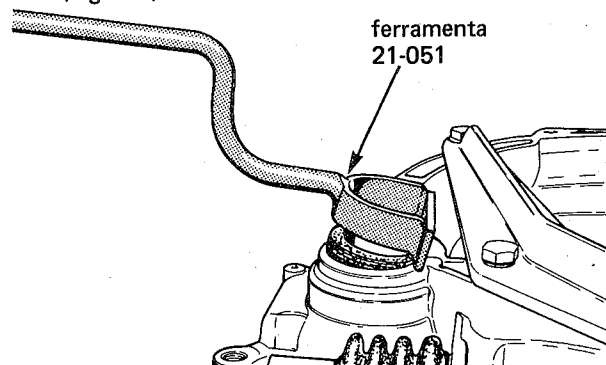

fig. 67
24. Remover o vedador da semi-árvore, lado direito, com o auxílio da ferramenta 21-051 (fig. 67)
26. Remover o vedador da semi-árvore, lado esquerdo, com o auxílio da ferramenta 21-051 (fig. 67)